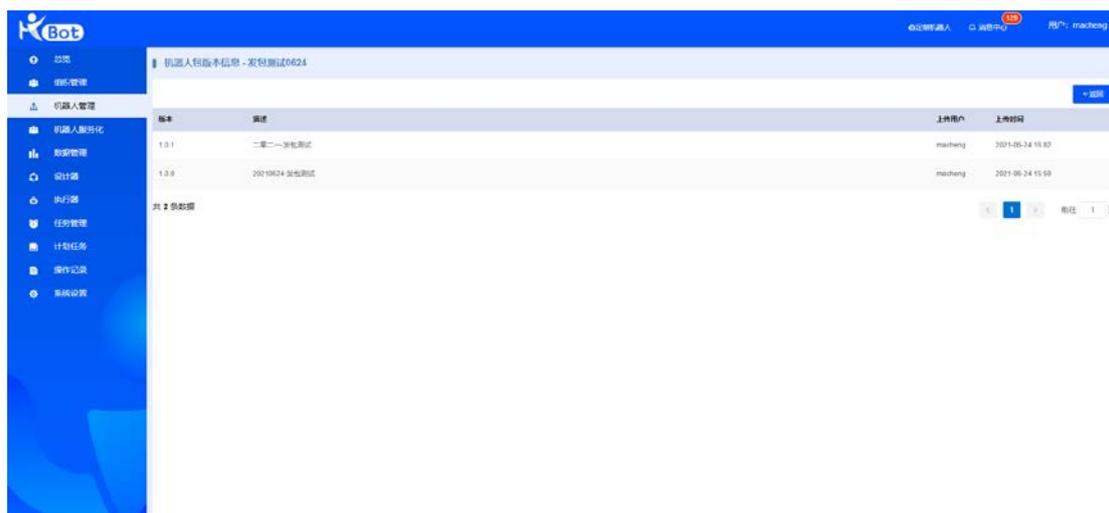

图 28
- 查看版本：查看当前机器人包的所有版本信息，包括版本号、版本描述、上传用户、上传时间，如图 28 所示。